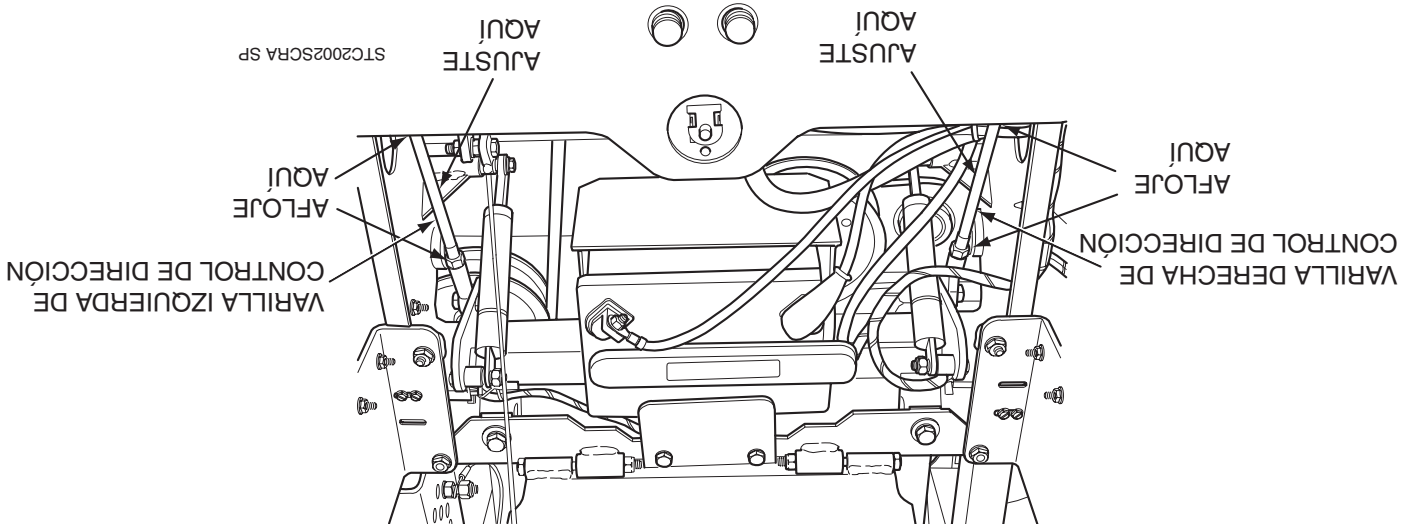

Figura 6-3. Ajuste de la varilla de control de dirección
A. Detenga la máquina y coloque las palancas de control de dirección en la posición neutral. Afloje las tuercas de bloqueo que aseguran las juntas de rótula en cada extremo de la varilla de control de dirección del lado izquierdo. Gire la varilla de control para acortar la varilla y apriete las tuercas de bloqueo. Esto causará que la varilla de control golpee menos la bomba del lado izquierdo, disminuyendo la velocidad de la rueda de dicho lado. (Vea la Figura 6-3).
A. Detenga la máquina y coloque las palancas de control de dirección en la posición neutral. Afloje las tuercas de bloqueo que aseguran las juntas de rótula en cada extremo de la varilla de control de dirección del lado derecho. Gire la varilla de control para acortar la varilla y apriete las tuercas de bloqueo. Esto causará que la varilla de control golpee menos la bomba del lado derecho, disminuyendo la velocidad de la rueda del lado derecho. (Vea la Figura 6-3).
4. Ajuste la rueda derecha aflojando las contratuercas en la varilla de control de dirección y gire la varilla hasta que la rueda motriz gire hacia adelante. Gire la varilla en sentido contrario hasta que la rueda motriz deje de moverse. Gire la varilla 1/2 vuelta adicional hacia atrás. (Vea la Figura 6-3).